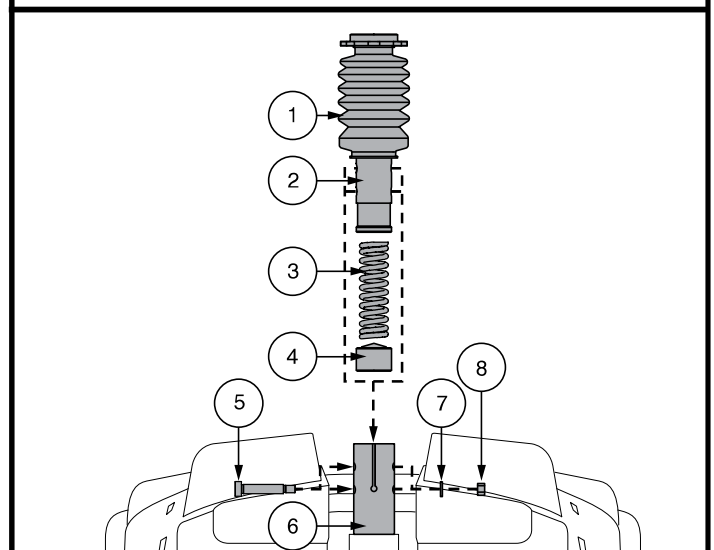

Figure 24. Réglage hauteur du siège - Montant du siège confort
4. Poussez vers le bas le montant du siège tout en desserrant et en enlevant le boulon à épaulement, la rondelle et l'écrou. **Voir la figure 24.**
6. Installez le ressort de confort désiré. **Voir la figure 24.**